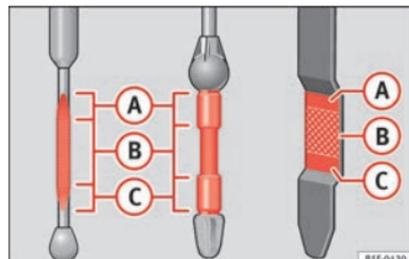

Fig. 147 Asta di misurazione livello olio motore
- In seguito, estrarla di nuovo e controllare il livello dell'olio » **fig. 147**. Se necessario, rabboccare dell'olio.